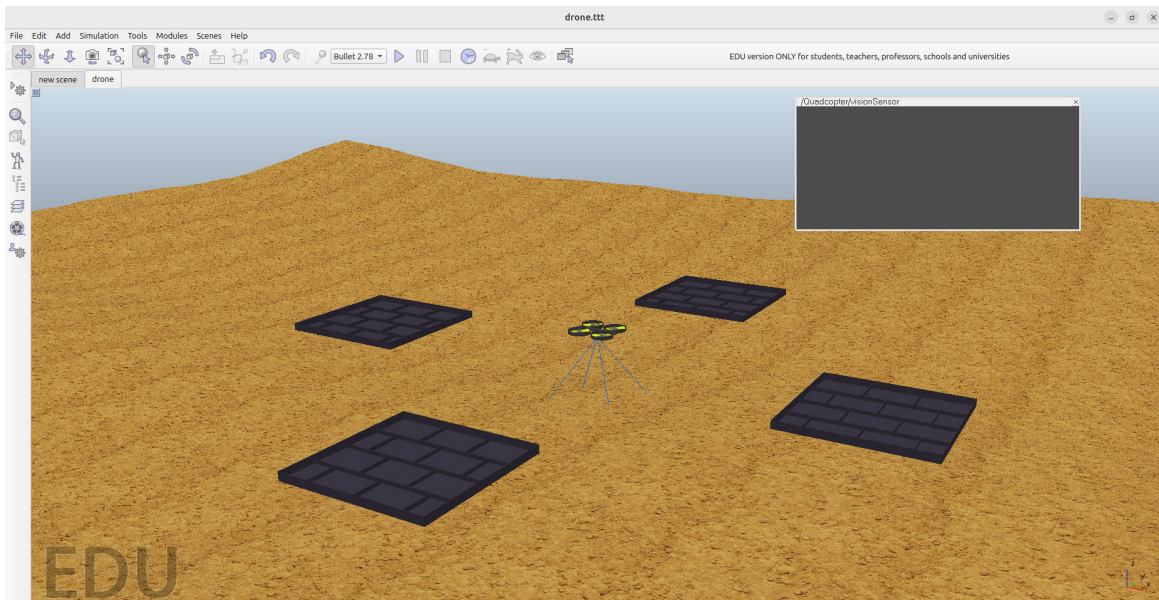

Figura 2: Drone genérico no *CoppeliaSim*.
- Por fim, abra o arquivo *drone.ttt* disponível no Moodle (vide figura 2). Ele contém um drone e quatro bandejas dispostas no solo que precisarão ser periodicamente inspecionadas. Uma câmera acoplada ao robô será utilizada para essa missão.